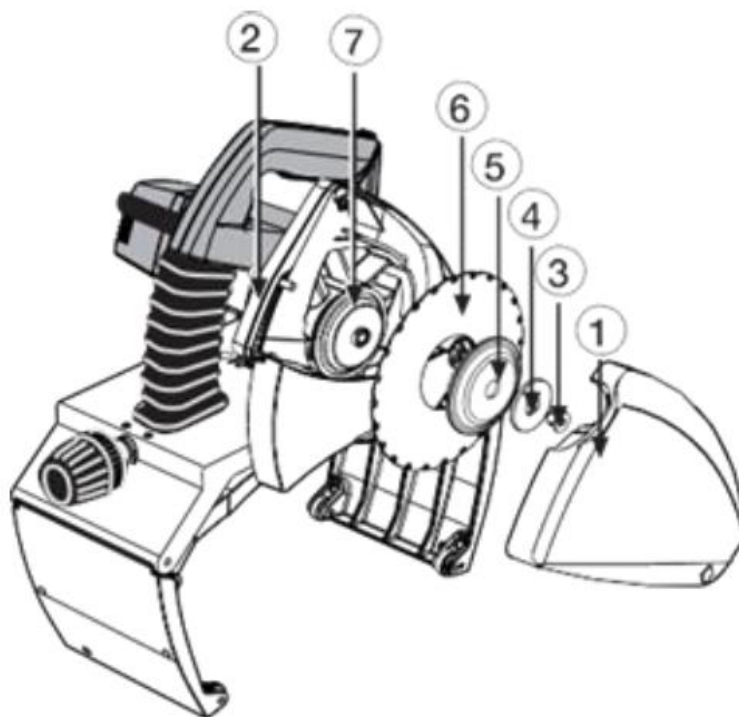

Рис. 14
1. Снимите крышку шильды диска (Рис. 14/1) открутив винт (Рис. 14/2). Для снятия болта крепления диска используйте ключ диска. Снимите крепежный болт (Рис. 14/3), прокладку (Рис. 14/4), фланцевый диск (Рис. 14/5), и сам диск (Рис. 14/6).
2. Перед установкой нового диска проследите за тем, чтобы и режущий и фланцевый диски были чистыми. Установите новый или заточенный диск на подкладной фланцевый диск (Рис. 14/7), так, чтобы маркированная сторона диска смотрела наружу, а стрелки диска совпадали с направлениями вращения, указанными на внутренней стороне крышки диска.